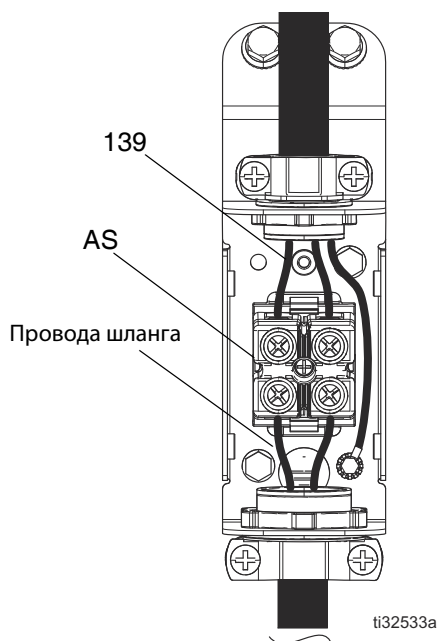

Рис. 70
2. Откройте дверцу электрического блока (173), для чего ослабьте болты (68) и поднимите дверцу вверх.
3. Выключите размыкатель цепи CB5 и отключите провода шланга в распределительной коробке шланга. См. Рис. 70, стр. 70.
- b. Если цепь замкнута, подключите провода шланга в распределительной коробке на место. См. Рис. 70, стр. 70. Включите размыкатель цепи CB5. Закройте дверцу электрического блока (173) и затяните болты (68).